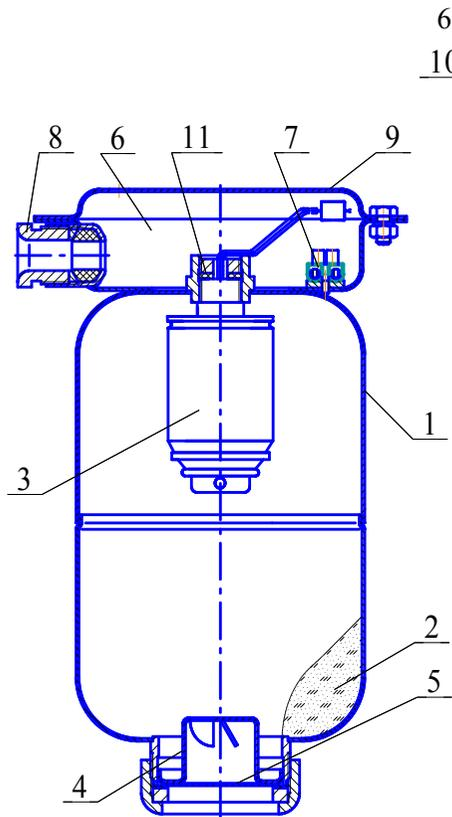
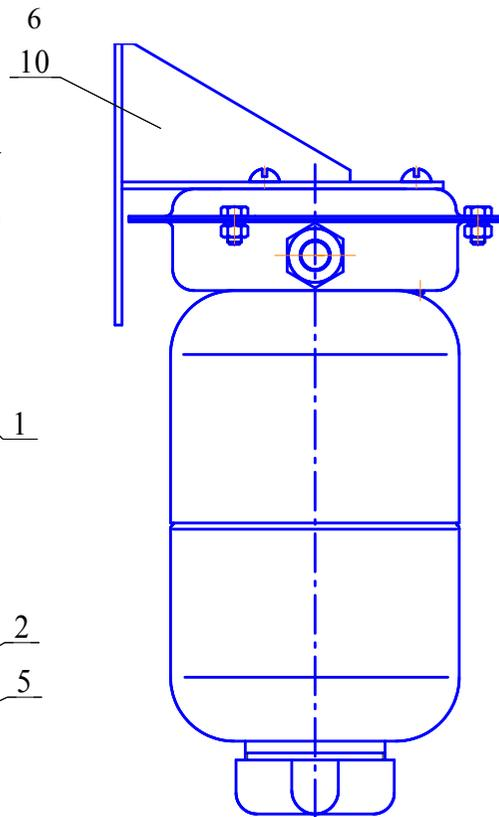

Рисунок 1
Рисунок 2
- ИХГ-2(М)-01 СИАВ 066614.025.000 ТУ для МПП нормального исполнения или ИХГ-2(М)-02 СИАВ 066614.025.000 ТУ для МПП специального исполнения (поз. 3 рисунок 1) – 1 шт.;
- резиновая прокладка черт. СИАВ 634233.006.023-01 (поз. 11 рисунок 1) – 1 шт.;
- огнетушащий порошок ИСТО-1 ТУ 2149-001-54572789-00 (поз. 2 рисунок 1) – 1,9 кг;
- мембрана черт. СИАВ 634233.006.003 (поз. 5 рисунок 1) – 1 шт.
В верхней части МПП снабжён кронштейном 9 для крепления к потолочному перекрытию (рисунок 1) или кронштейном 10 для крепления к стене (рисунок 2).
6.3 Закрепить кронштейн **9** (см. рисунок 1) на потолке или кронштейн **10** (см. рисунок 2) на стене. Координаты отверстий в кронштейне, предназначенном для крепления МПП на потолке, приведены на рисунке 4а), на стене – на рисунке 4б).